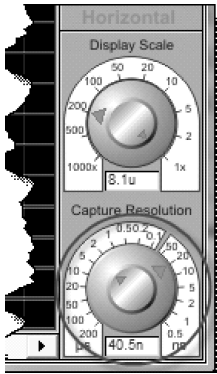

图 2-9 设置分辨率
① 在 ISIS 中选中仪表按钮并在对象选择器中选中 LOGIC ANALYSER。放置到原理图编辑窗口中连接到需要测试的地方。
② 单击“开始”按钮启动交互式仿真，逻辑分析仪界面将会出现。
③ 根据需要调节分辨率旋钮到合适位置，分辨率表示了能记录的最小的脉冲宽度。分辨率越高，捕获数据的时间间隔就越短，如图 2-9 所示。